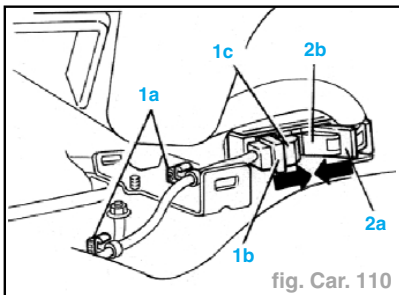

fig. Car. 110
- Tourner l'étrier de sécurité (2a) dans le sens de la flèche et débrancher la connexion électrique (2b) (fig. Car. 110).